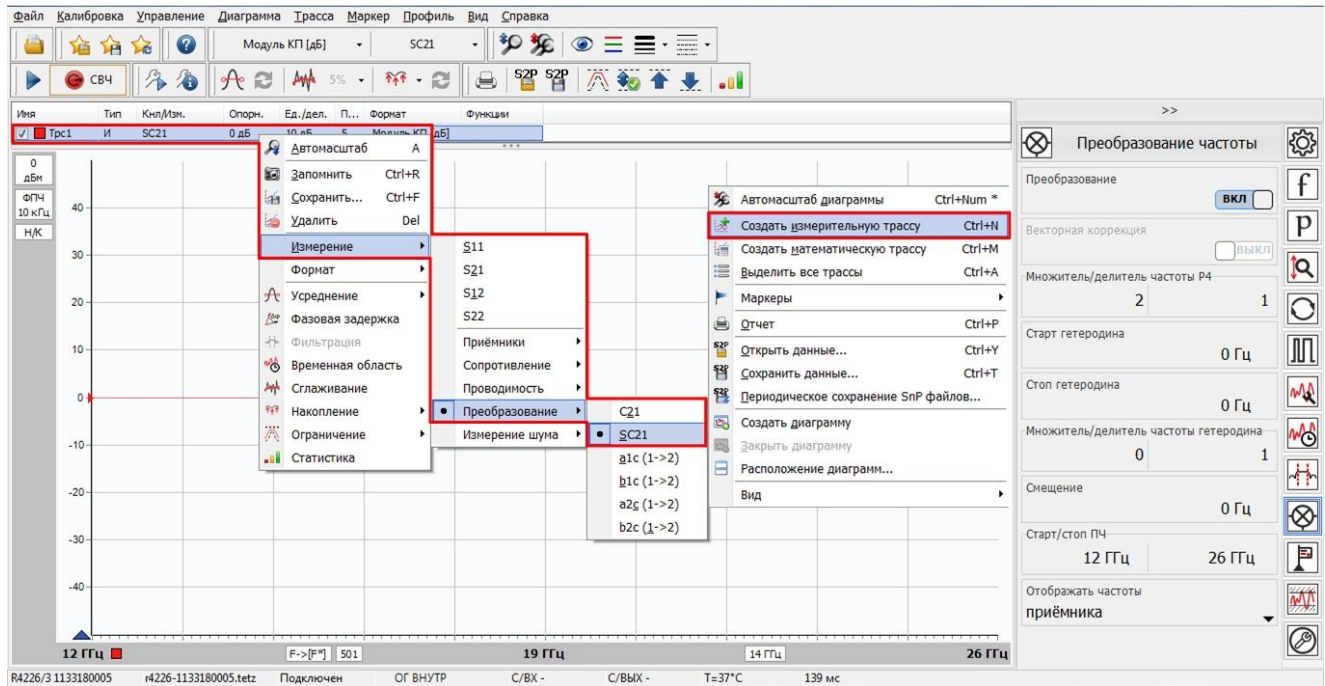

Рис. 12. Создание измерительной трассы для коэффициента преобразования SC_{21}
13. Создать измерительную трассу для коэффициента преобразования SC_{21} , рис. 12.